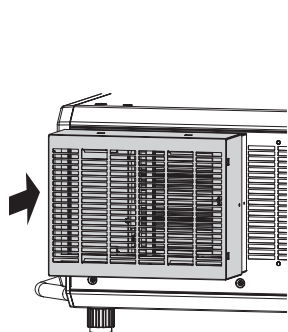

Fig. 1
- 1) **Collegare il coperchio del filtro di lunga durata al fermo di montaggio del filtro di lunga durata. (Fig. 1)**